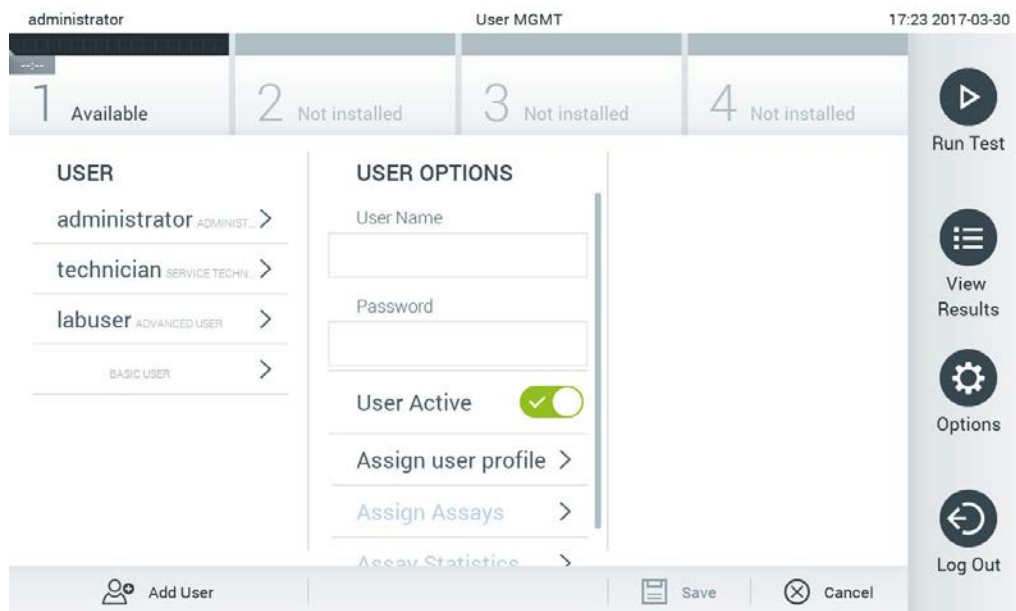

Figure 57. Ajouter un nouvel utilisateur.
1. Appuyez sur le bouton Options (Options) puis sur le bouton User Management (Gestion des utilisateurs) pour configurer les utilisateurs. L'écran User Management (Gestion des utilisateurs) s'ouvre dans la zone de contenu de l'affichage (figure 57).